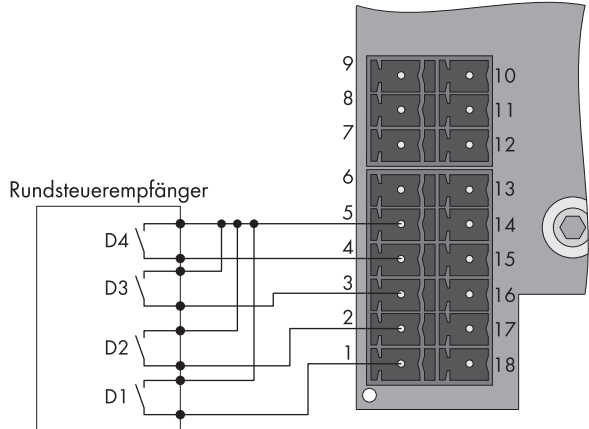

Abbildung 5: Pin-Belegung des Moduls an den Anschlüssen für den Rundsteuerempfänger
- ☐ 1 Rundsteuerempfänger mit 4 Ausgängen (siehe Abbildung 5)